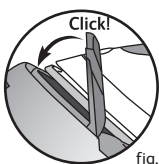

fig. 3
- Déverrouillage - fig.3
- Rabattez l'arceau de maintien du fer sur l'avant pour débloquer le cran de sureté - fig.3.